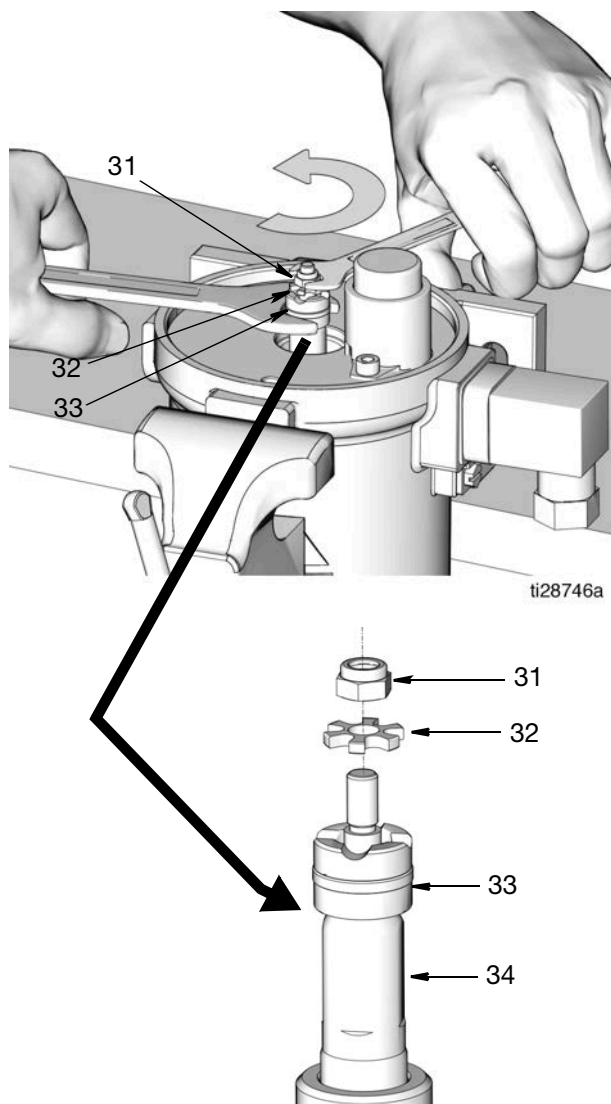

FIG. 19
15. Sottogruppo pistone della pompa (33)
Utilizzare una chiave sulle parti piatte dell'asta del pistone (34). Utilizzare una seconda chiave per rimuovere il controdado (31) e le rondelle a stella (32) dalla parte superiore del pistone (FIG. 19). Rimuovere il controdado e la rondella a stella. Tenere da parte questi componenti per il riassetto.